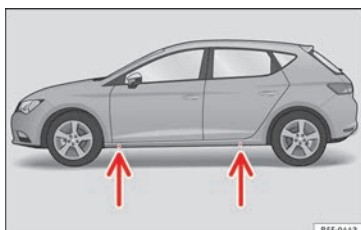

Fig. 52 Points d'ancrage du cric
- ① un adaptateur de boulon de roue antivol*
- ② Œillet de remorquage
- ③ une clé démonte-roue*
- ④ Manivelle du cric
- ⑤ Un cric*
⑥ Étrier métallique pour retirer les enjoliveurs de roue pleins*/pince pour les capuchons des boulons de roue.
- Placez le cric sur les points d'appui prévus à cet effet sur le bas de caisse » fig. 52.